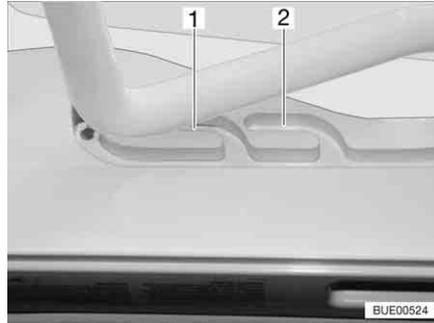
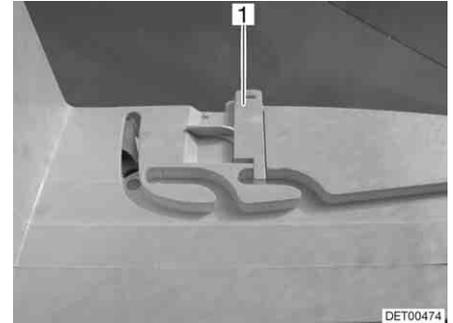

Fig. 92 Claraboya Heki en posición de ventilación
Fig. 93 Bloqueo de la posición de ventilación
La claraboya Heki se puede colocar en dos posiciones de ventilación: Posición de mal tiempo (Fig. 92,1) y posición mediana (Fig. 92,2). Según el modelo, la claraboya podrá ser bloqueada en la posición central con los dos pestillos (Fig. 93,1) a la izquierda y la derecha en el marco de la claraboya.
- Presionar el estribo ligeramente hacia arriba y empujarlo en la guía seleccionada (Fig. 92,1 ó 2) y, si fuera necesario, bloquearlo.